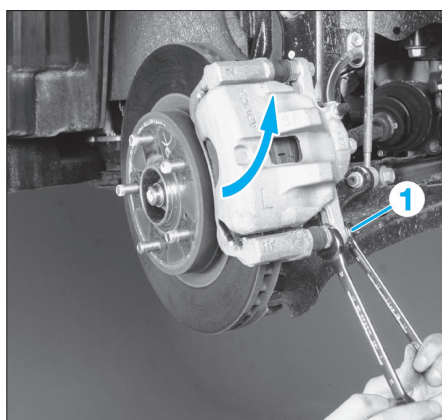

FIG. 10
- Déposer le vis de colonnette inférieure (1) de l'étrier de frein (Fig.10).